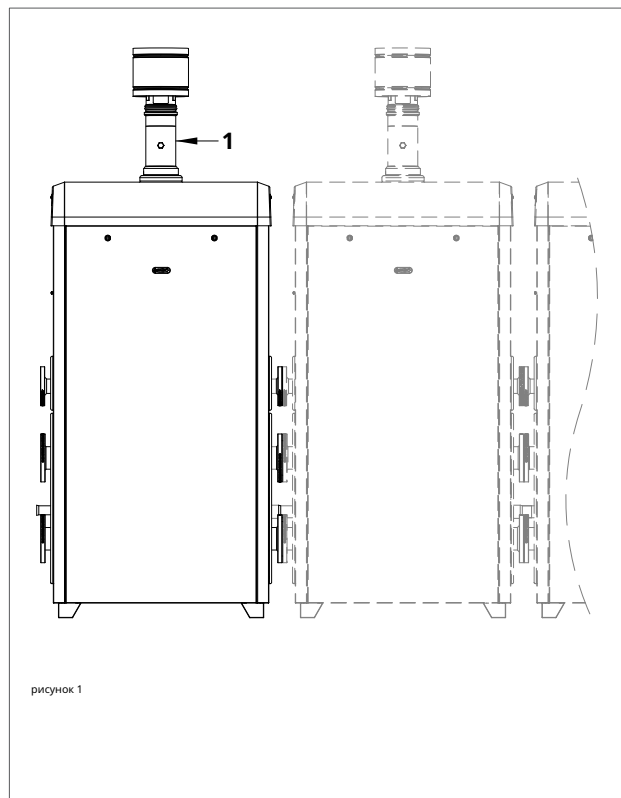
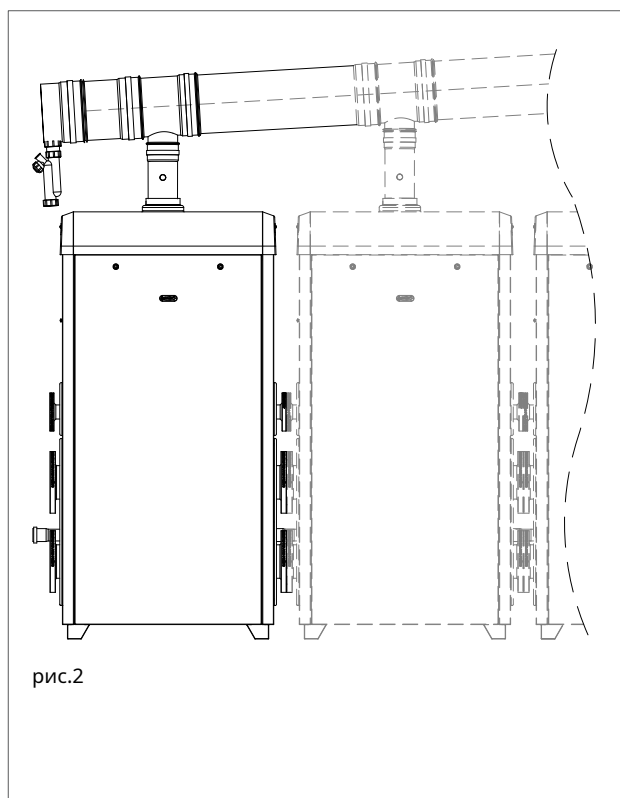

рисунок 1
рис.2
Для подключения линии Modbus к блоку управления последовательно выполните электрические подключения следующим образом (см. рис. 1:
- › Вставьте зонд анализатора дыма в соответствующее дымовое гнездо «PF» (рис. 1), затем проверьте, соответствует ли значение CO значению, указанному в главе «Технические данные», в противном случае отвинтите защитный винт «А» (рис. 2) и отрегулируйте с помощью шестигранного ключа на 4 мм винт «2» (рис. 2) регулятора смещения. Для увеличения значения CO необходимо вращать винт по часовой стрелке и наоборот, если вы хотите его уменьшить. После завершения регулировки верните защитный винт «А» (рис. 2) на регулятор смещения.
- › Убедитесь, что значение CO соответствует как указано в главе «Технические данные», в противном случае отрегулируйте винт «1» (рис. 2) регулятора расхода газа. Чтобы увеличить значение CO, необходимо повернуть винт против часовой стрелки, и наоборот, если вы хотите его уменьшить.
- › При каждом изменении регулировки винта «1» (рис. 2) регулятора расхода газа необходимо дождаться стабилизации котла на заданном значении (около 30 секунд).